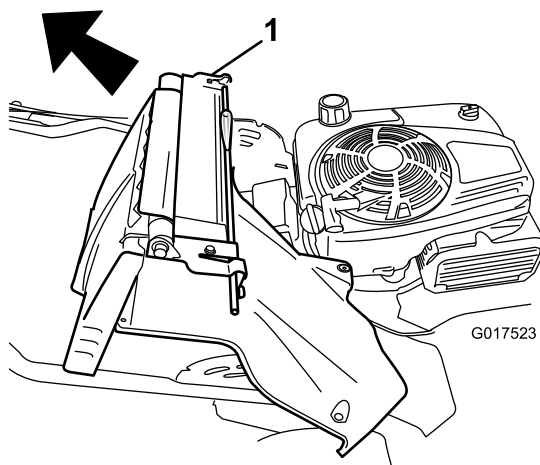

Bild 36
- Entfernen Sie die Heckklappe und den Holmarretierhebel (Bild 36).